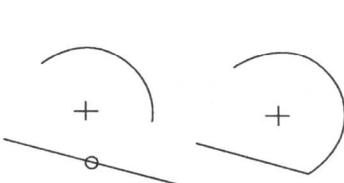

图 2-10 边界修剪
(3)是边界修剪命令,该命令可以同时处理两个线条之间交错的部分,但如果线条之间没有交错,采用边界修剪命令之后,Pro/E 会将两个线条自动延长,边界修剪命令保留线条上鼠标单击一侧的部分,图 2-10 显示了使用边界修剪命令进行修剪的效果。